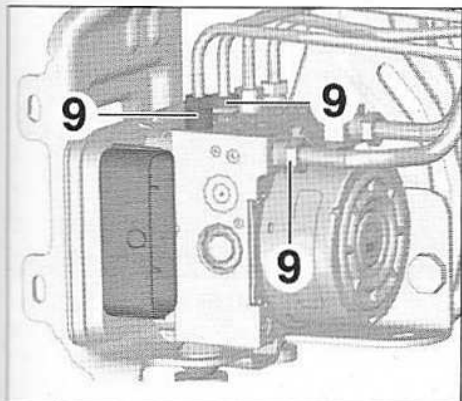

FIG.58
- Desserrer les raccords des canalisations (9) sur le groupe électrohydraulique (Fig.58).